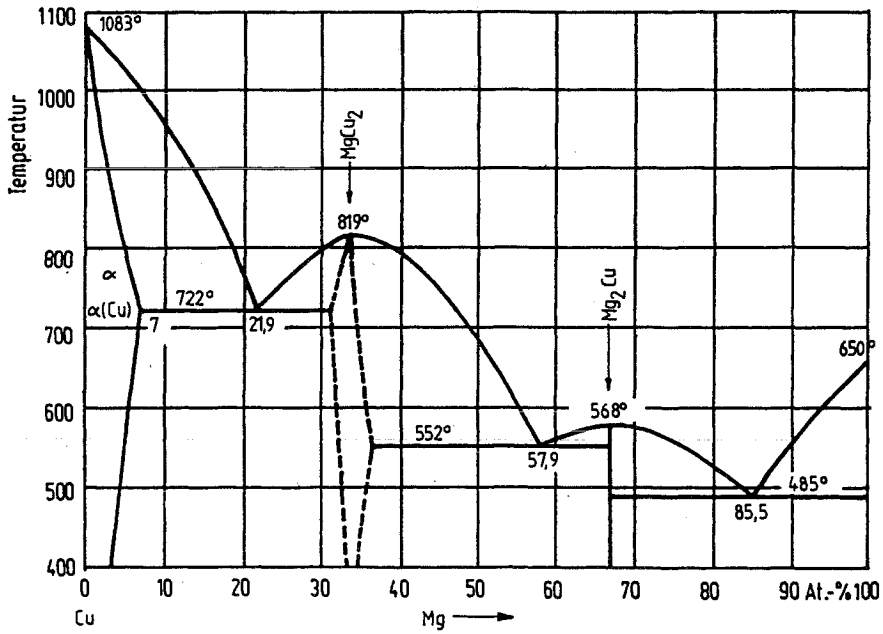

Bild F 2.1
13. Gegeben ist das Zustandsdiagramm Cu-Mg (Bild F 2.1)